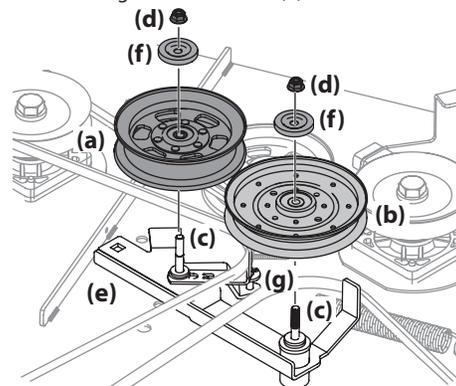

Figura 4-18
3. Extraiga las dos poleas locas (a y b), para lo cual debe retirar los tornillos de cabeza hexagonal (c) y las tuercas de seguridad con brida (d) que las sujetan a la plataforma y el brazo de polea loca (e). Vea la Figura 4-18. No pierda ningún elemento de ferretería (tapas de polea) (f), arandelas, protecciones de la polea (g) (si están equipadas) al sacar el tornillo de cabeza hexagonal (c) y la tuerca de seguridad con brida (d).